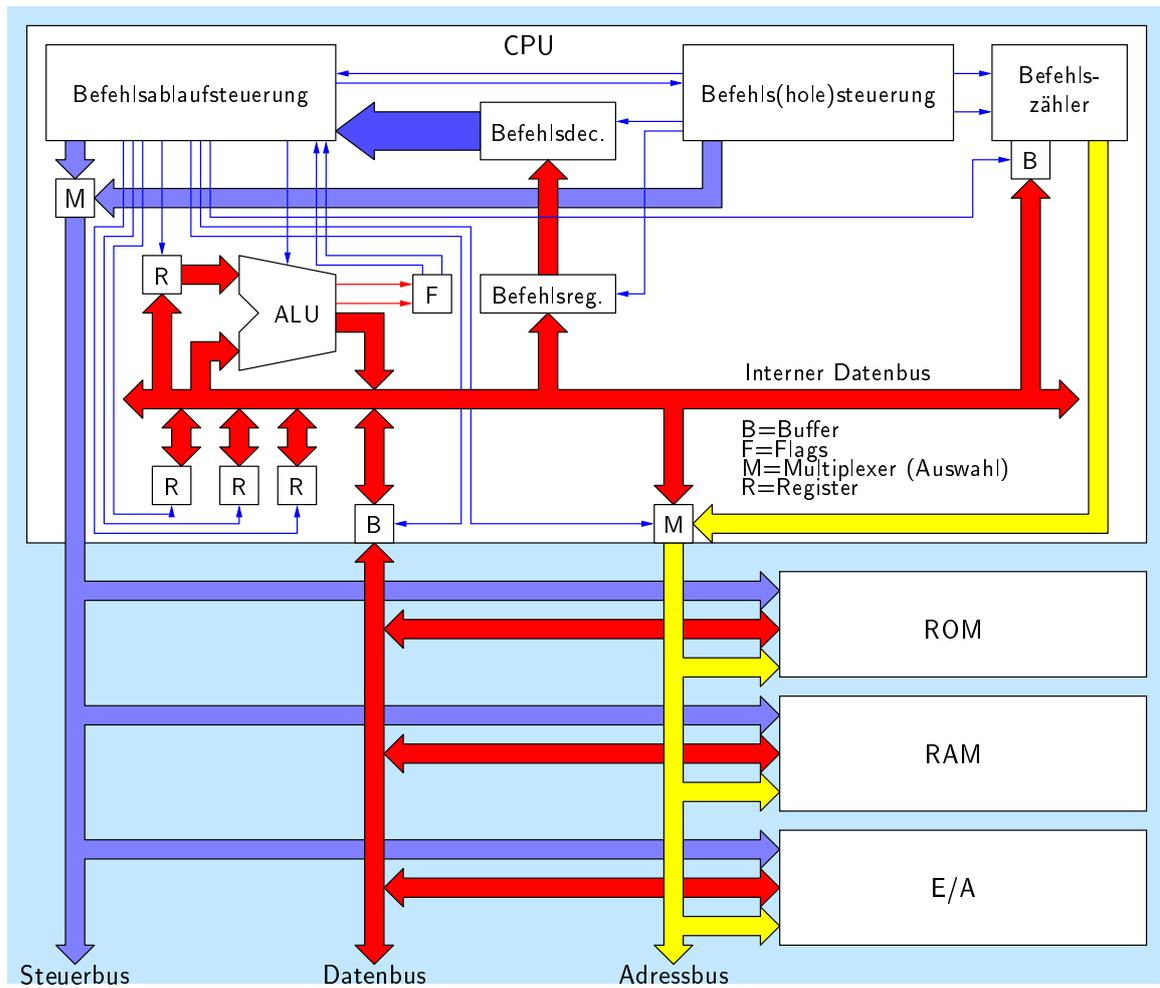

Abbildung 2: CPU mit Von-Neumann-Architektur
**4.5.1.4 Aufbau II** Abbildung 2 zeigt ein Beispiel für den Aufbau einer CPU mit Von-Neumann-Architektur. Man sieht, dass der innere Aufbau sehr ähnlich zu dem der Harvard-Struktur ist. Lediglich der Ausgang zum Adressbus muss durch einen digitalen Umschalter, einen sogenannten Multiplexer, zwischen Befehlszähler und internem Datenbus umgeschaltet werden. Im *fetch cycle* wird der Inhalt des Befehlszählers nach außen geschaltet, im *execution cycle* gegebenenfalls der Inhalt des internen Datenbusses.